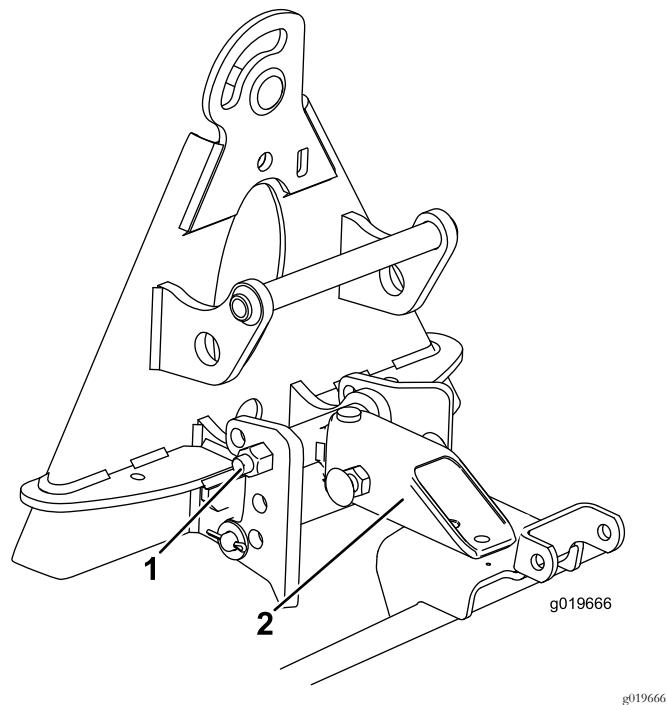

图13
1. 将挂钩总成安装在限位支架的顶孔中图13。
2. 使挂钩管较长的一侧向下并安装到吊架总成的上方图13。